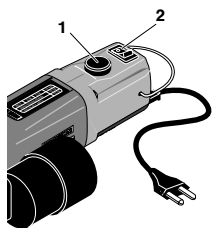

Fig. 2
1. Gerät am Schalter **2** (Fig. 2) einschalten und die der Arbeit entsprechende Drehzahl am Knopf **1** einstellen.